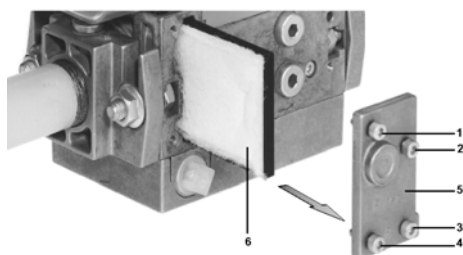

Fig. 53
- 2 Desenroscar los tornillos 1, 2, 3, 4 con la llave de macho hexagonal núm. 3, y retirar la tapa del filtro 5 (Fig. 53).